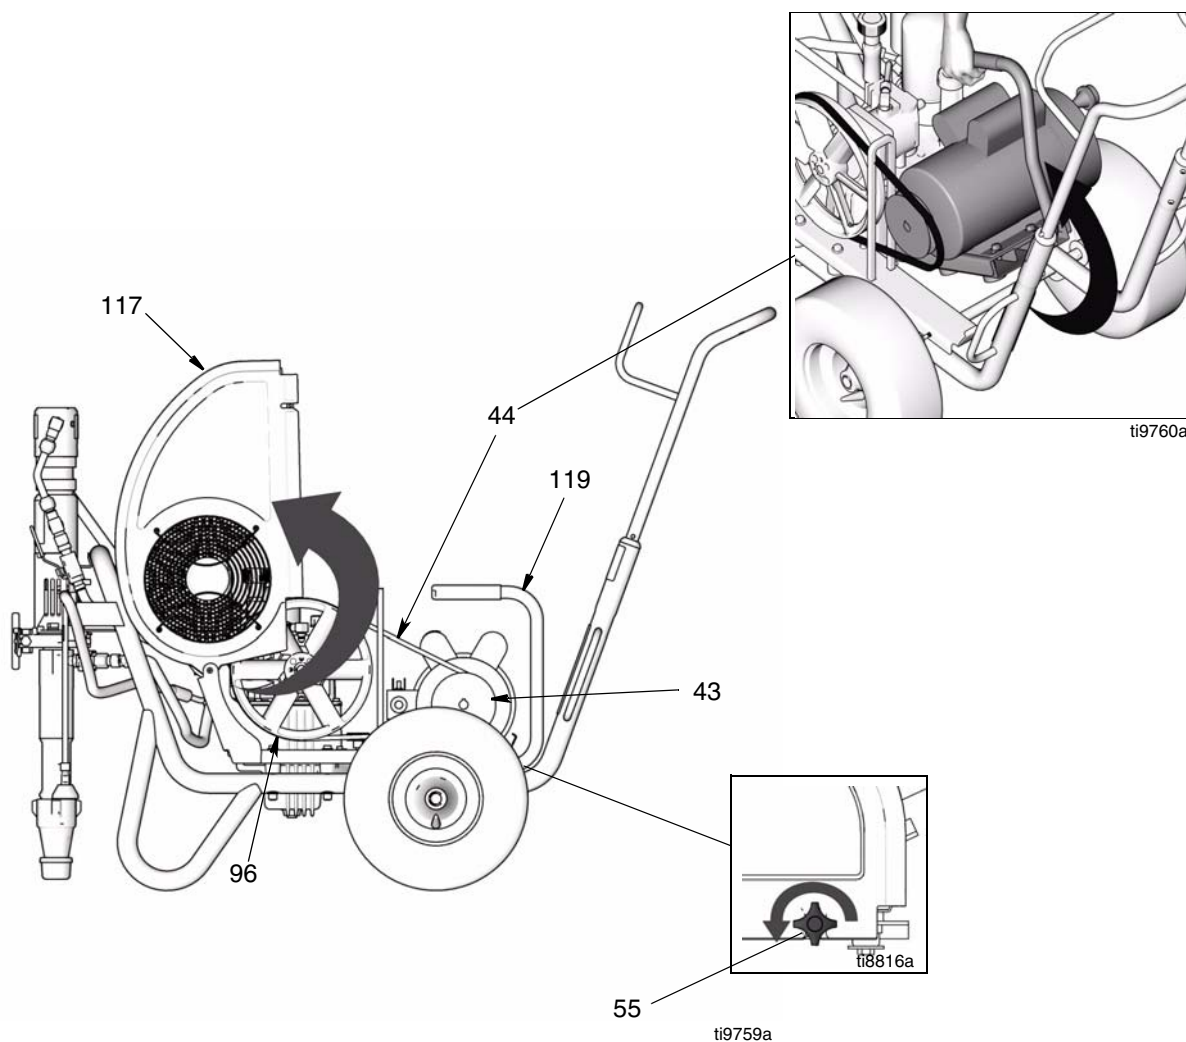

Рис. 3
2. (Рис. 3) Ослабьте затяжку круглой ручки крепления кожуха ремня (55).
3. Поверните кожух ремня (117) вверх.
4. Приподнимите двигатель (119) вверх для снятия натяжения с ремня (44).
5. Снимите ремень со шкива вентилятора (43) и со шкива вентилятора (96).